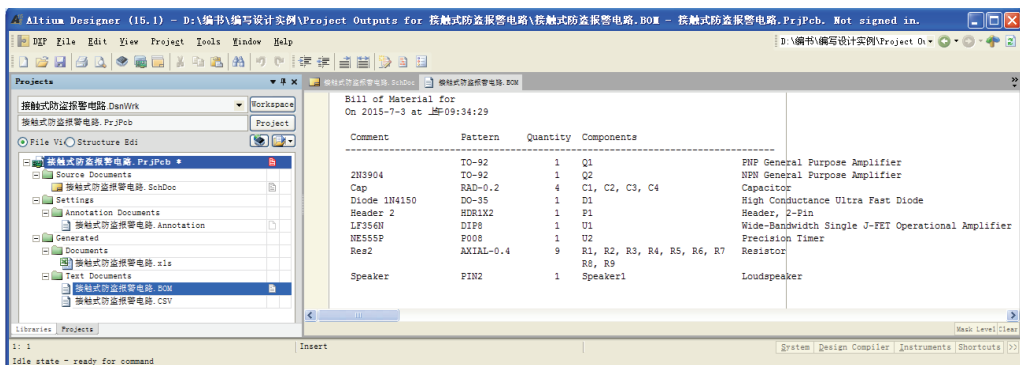
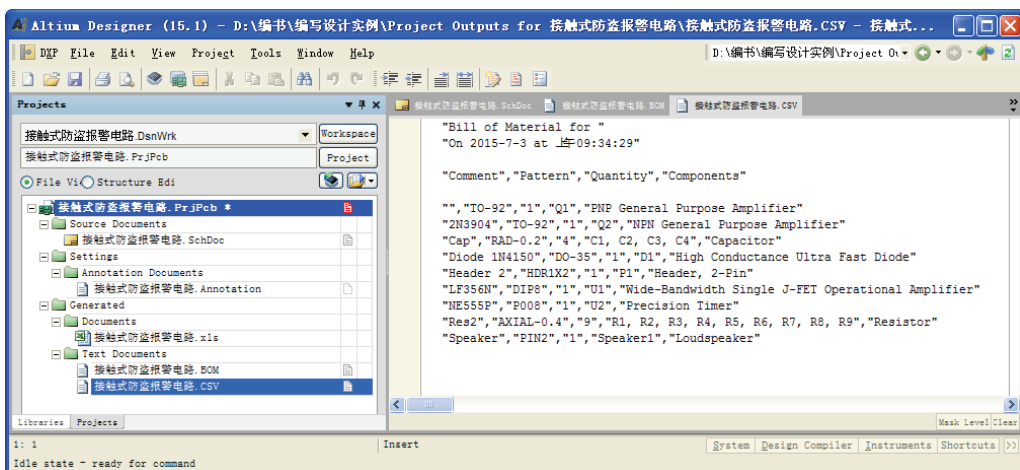

图 3-46 简易材料清单（.BOM）
图 3-47 简易材料清单（.CSV）
(1) 执行菜单命令【Reports】→【Simple BOM】，生成简易材料清单报表。默认设置时生成两个报表文件：“接触式防盗报警电路.BOM”和“接触式防盗报警电路.CSV”，被保存在当前项目中，同时文件名添加到【Projects】面板中，如图 3-46 和图 3-47 所示。